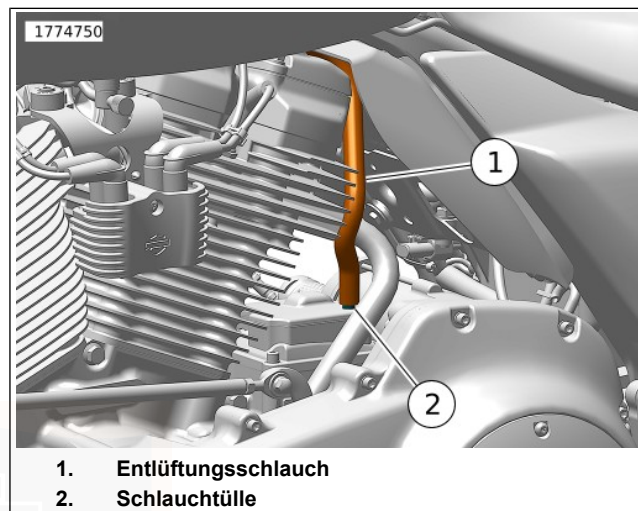

Abbildung 119. Entlüftungsschlauch
1. Siehe Abbildung 119. Den Entlüftungsschlauch (1) gerade nach oben von der Schlauchtülle (2) an der Oberseite des Getriebes abziehen.